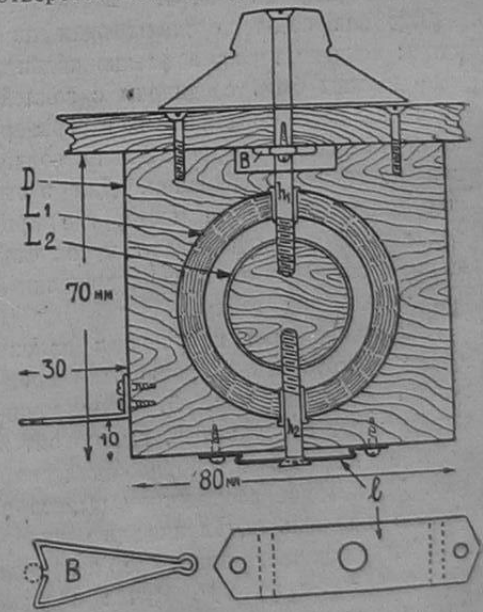
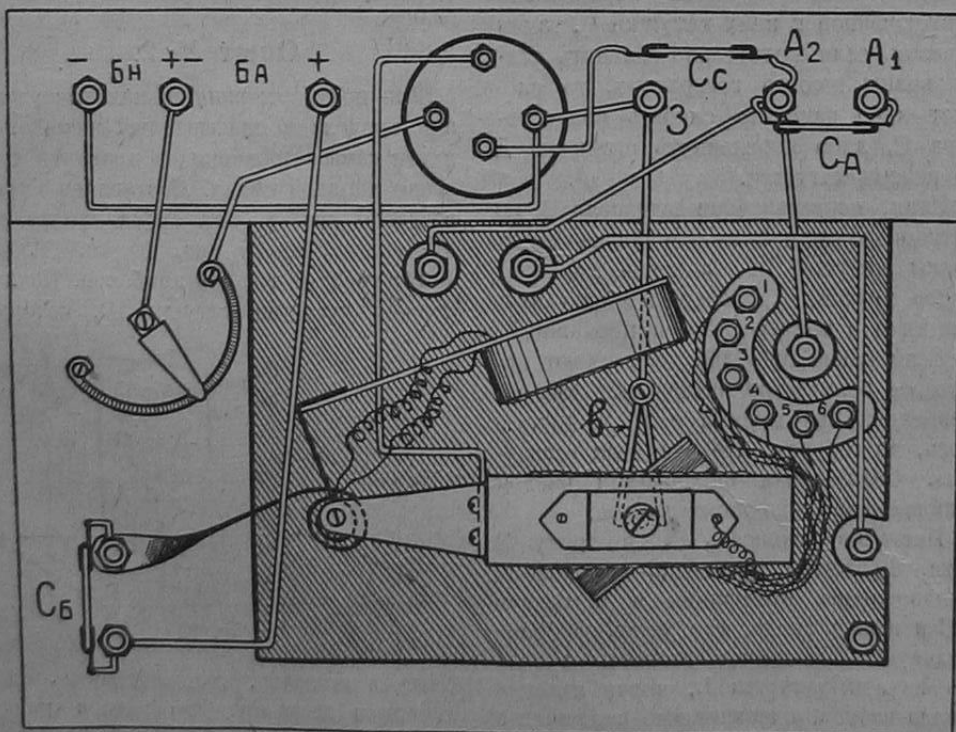

Рис. 3. Вариометр.
Рис. 5. Монтажная схема.
Сборка вариометра. На рисунке 3 представлено схематически устройство вариометра; части, из которых он состоит, следующие: катушка L_1 , катушка L_2 , деревянная колодка (D), два шурупа (h_1 и h_2), фигурная пружина (B) из бронзовой проволоки и латунная полоска (1); (рис. 3 справа).
кружок толстой бумаги, например, из открытки. С шурупом h_1 должен быть осуществлен трущийся контакт, для чего служит проволочная фигура (В) (см. рис. 3). Она привинчивается за свою узкую часть с петлей перед вариометром (см. рис. 5), так чтобы ее два сходящиеся конца упруго прижались к шурупу; надо также позаботиться, чтобы она имела достаточно хорошее соединение с экраном.
ранее к боку колодки вариометра (см. рис. 3). Винт (F) одновременно служит опорой для оси и для связи одного из концов катушки с полоской (Е). Вместе с винтом в это же отверстие входит и указанный конец катушки, другой конец подключается к телефонному гнезду через ленту (D) из тонкой листовой латуни, один конец которой поджат под гайку телефонного гнезда (указано на рис. 5 и 7), а к другому, согнутому пружинкой вокруг оси, припаян конец катушки и место спая крепко вставляется в маленькую дырку на оси. Таким образом, при движении катушки ее концы не подвергаются опасности быть оборванными. Однако включение катушки обратной связи в схему с первого раза может быть и неправильным, поэтому прежде чем делать указанное устройство выводов, нужно после того, как приемник окончательно собран, попеременно присоединить ее концы непосредственно к телефонному гнезду и к пластинке (Е), соединенной с анодом лампы; при правильном включении, как известно, будет получаться генерация (щелчок в телефоне или свист). Нужно заметить, что так как катушка имеет вращение в пределах меньше чем 180°, то деления нормальной рукоятки будут использованы не все, именно при стоградусной шкале вращение ее будет примерно от 0° до 65°.